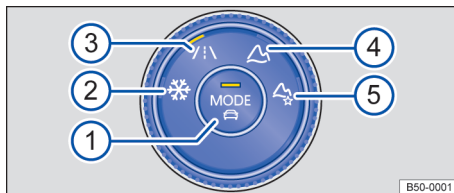

Fig. 131 Na parte inferior do console central: comando do 4MOTION Active Control em veículos com tração nas quatro rodas.
Legenda para Fig. 131:
- Girar o comando do 4MOTION Active Control até que o LED ao lado do perfil de condução desejado se acenda → Fig. 131.
- Pressionar o botão do perfil de condução  ou girar o comando do 4MOTION Active Control, até que o LED ao lado do perfil de condução **On-road** → Fig. 131 ③ se acenda.
- Girar o comando → Fig. 131 do 4MOTION Active Control, até que o LED ao lado do perfil de condução **Off-road Individual** → Fig. 131 ⑤ se acenda.
- Se o perfil de condução **Off-road Individual** já estiver selecionado, pressionar o botão MODE no comando → Fig. 131.